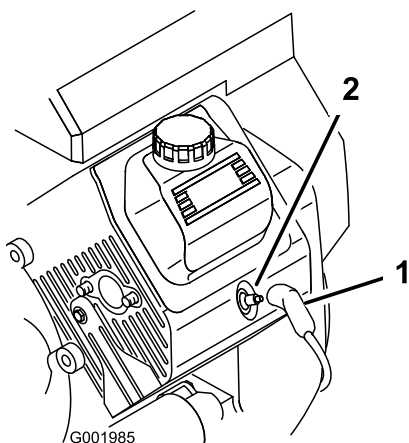

Figure 51
3. Débranchez les fils des bougies (Figure 51).
3. Rebranchez le fil de la ou des bougies (Figure 51).